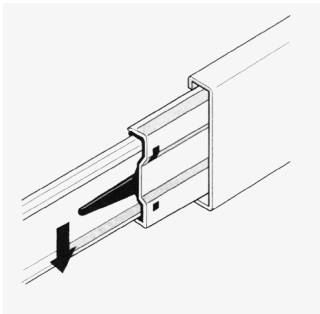
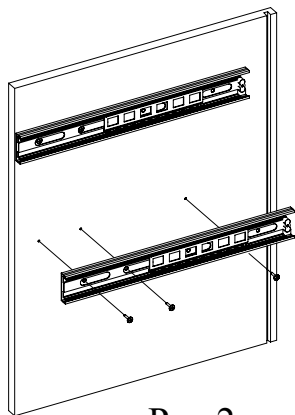

Рис.1
Рис.2
1. Отсоедините от основания телескопических направляющих внутренние планки, отогнув пластиковый рычажок фиксатора (Рис. 1). Основания телескопических направляющих закрепите на деталях 2, 3 корпуса изделия АС-24 шурупами 3,5x16 (Рис. 2).